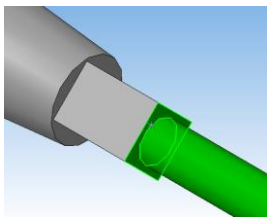
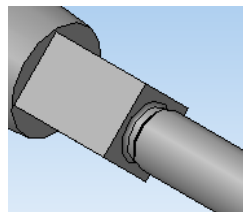

Рис. 17
Рис. 18
9.3 Щелчком мыши выбрать на детали ребро между торцом призмы и цилиндром (см. рис. 17), и нажать кнопку **Создать объект**  / **Применить/ Стоп**  / **Отмена** (см. рис. 18).